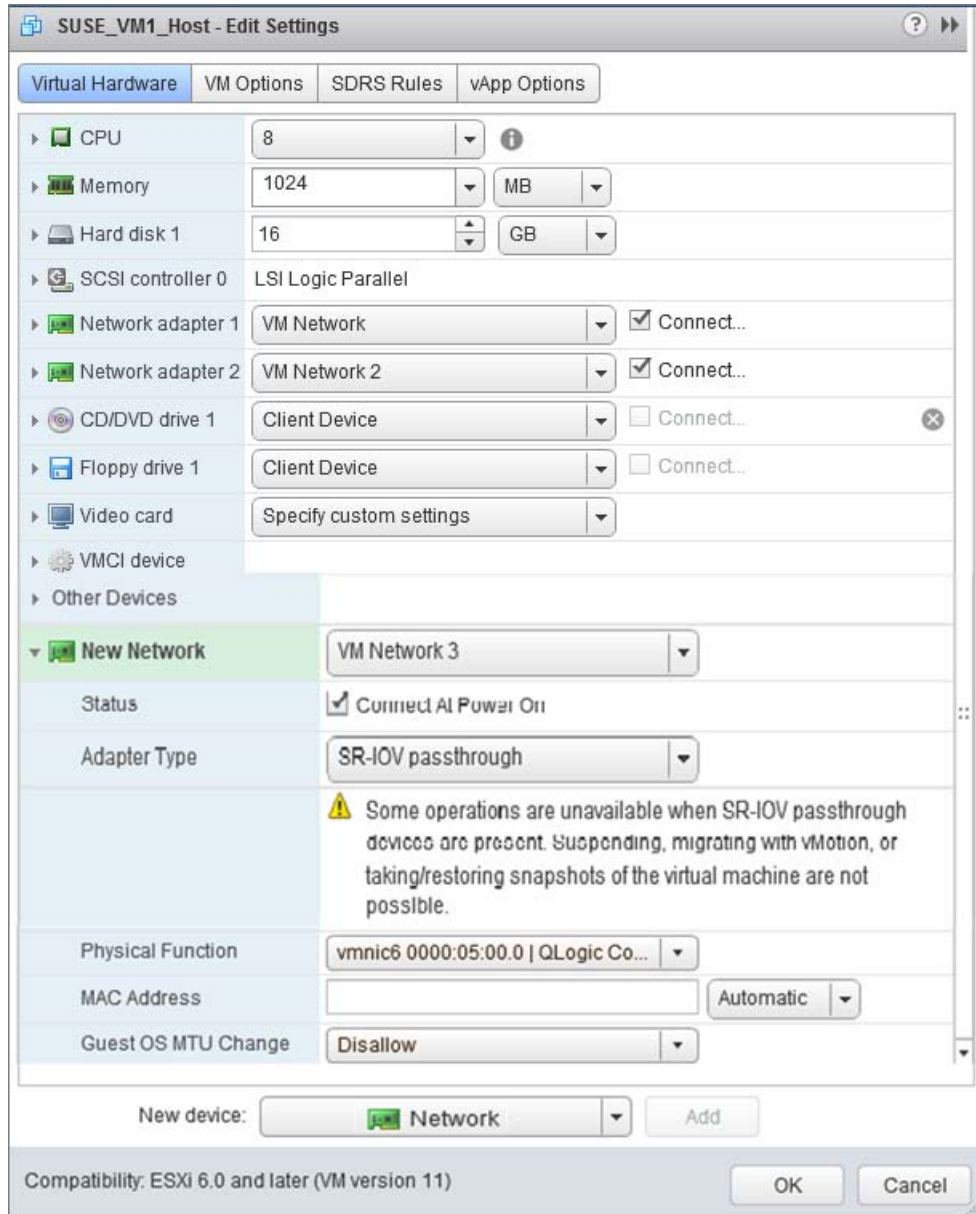

Abbildung 8-15. VMware-Host – Einstellungen bearbeiten
14. Füllen Sie das Dialogfeld „Edit Settings“ (Einstellungen bearbeiten) (Abbildung 8-15) wie folgt aus: